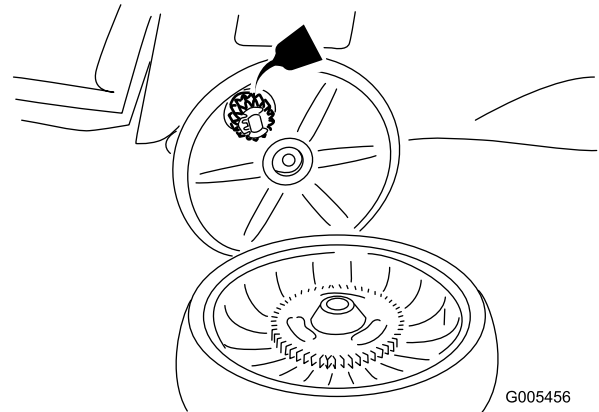

Figure 29
2. Appliquez une couche d'huile de graissage sur les engrenages comme illustré à la Figure 29.